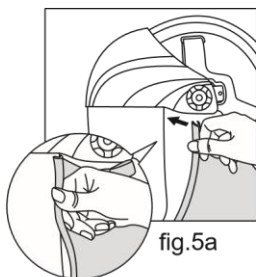

fig.5a
Schritt 1: Setzen Sie die U-förmige Dichtungsschicht in den Rand der Gesichtsschutzscheibe ein. Drücken Sie mit dem Daumen auf den Rand der Dichtungsschicht, damit sie in der Gesichtsschutzscheibe einrastet (siehe Abb. 5a).